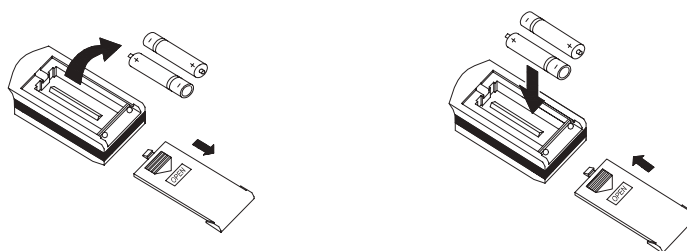

Рис. 7.9
7.5.2.3 Замена батареек в пульте управления (рис. 7.9).
– В пульте управления кондиционера применяются две батарейки 1,5 В типа ААА. Для извлечения батареек, при замене, необходимо сдвинуть крышку пульта управления в направлении стрелки (см. рисунок 7.9) извлечь батарейки и установить новые.